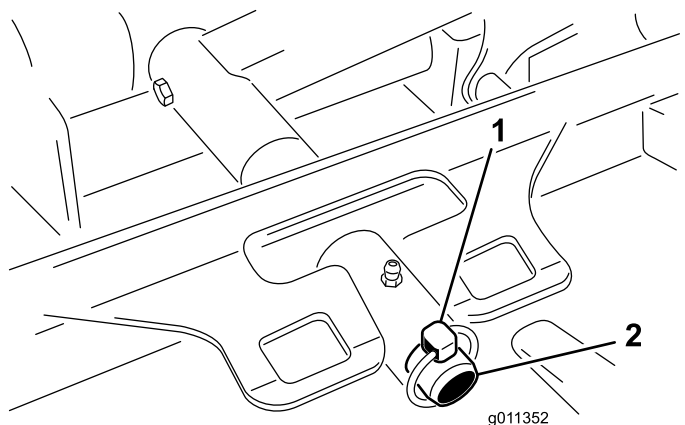

Figure 11
3. Retirez la goupille ou l'écrou de retenue (GM 4700 uniquement) qui fixe le bâti porteur du plateau de coupe à l'axe de pivot du bras de relevage (Figure 11).
3. Faites glisser le bâti porteur du plateau de coupe sur l'axe de pivot du bras de relevage. Fixez avec la goupille ou l'écrou de retenue (GM 4700 uniquement) (Figure 11).